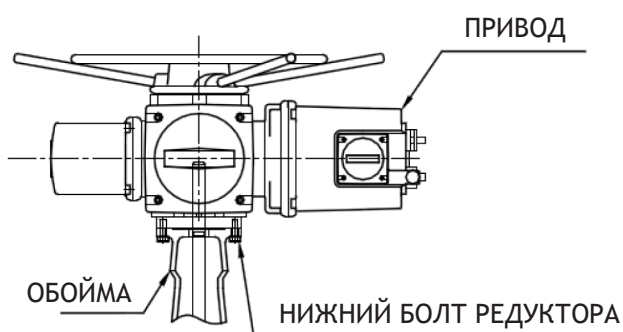

Рис.15
- Чтобы демонтировать привод/редуктор с клапана, после выкручивания нижних болтов обоймы, приподнимите привод/редуктор и поверните его на несколько оборотов против часовой стрелки, чтобы снять шток с втулки привода. Таким образом привод/редуктор могут быть сняты с клапана. (Рис. 15 и 16)